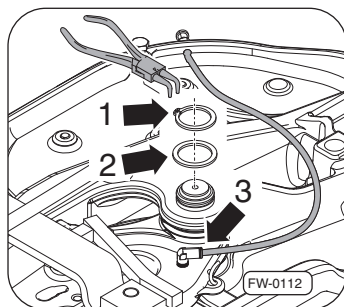

Fig. 31 · Retirer la goupille
4. Retirer la bague d'arrêt ⇒Fig. 31, –pos. 1– et le disque de support –pos. 2–.
5. Retirer le câble de lubrification de SK-S 36.20 W/SK-S 36.20 DW –pos. 3–.